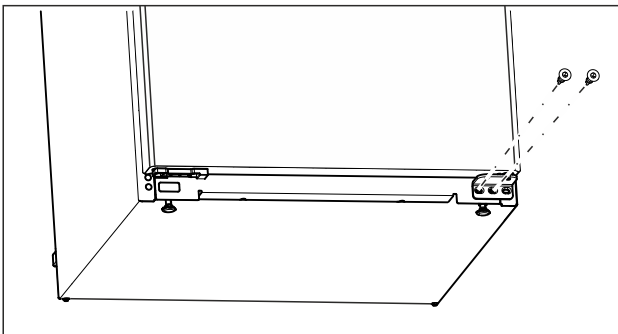

Fig. 10
- ▶ Në bazamentin mbështetës poshtë, lironi vidën e mesit me një kaçavidë Torx 20. (shihni Fig. 10)
- ▶ Në bazamentin mbështetës poshtë, lironi vidën e brendshme me një kaçavidë Torx 20. (shihni Fig. 10)